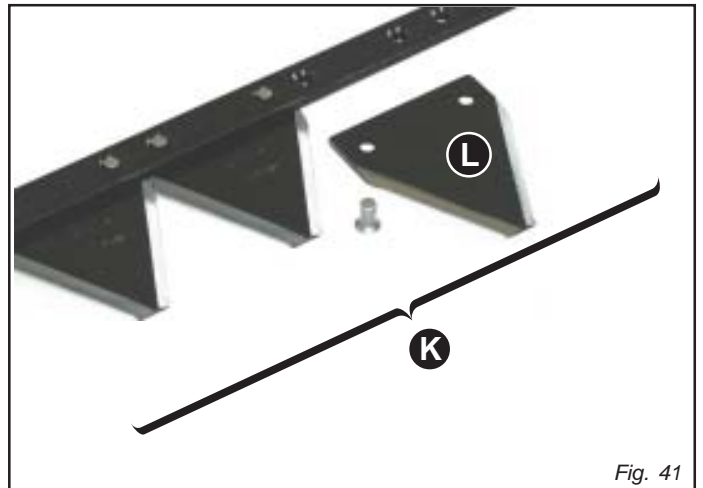

Fig. 41
### ERSETZEN DER ABSCHNITTHALTESTANGE (K, Abb. 41)
### ERSETZEN DER ABSCHNITTE (L, Abb. 41)
- Einen neuen Abschnitt mit den speziellen Nieten vernieten (L, Abb. 41).